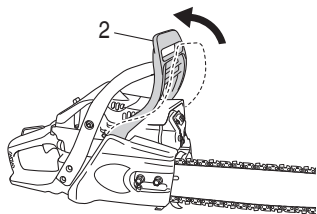

Fig. 2
1. Tire de la protección frontal (2) hacia el asa delantera para comprobar que el freno de cadena esté desactivado. (Fig. 2)